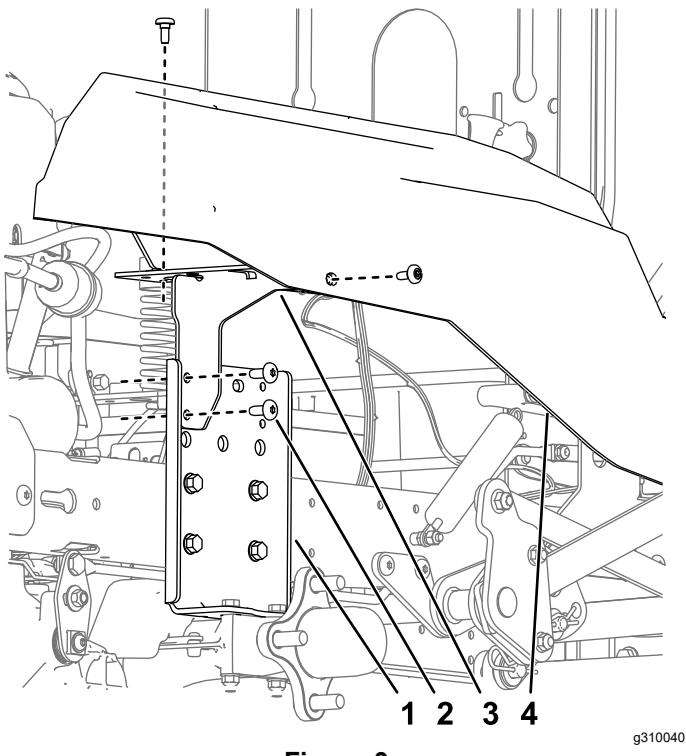

Figura 3
8. Rimuovete le staffe del guscio dalla macchina (Figura 3).